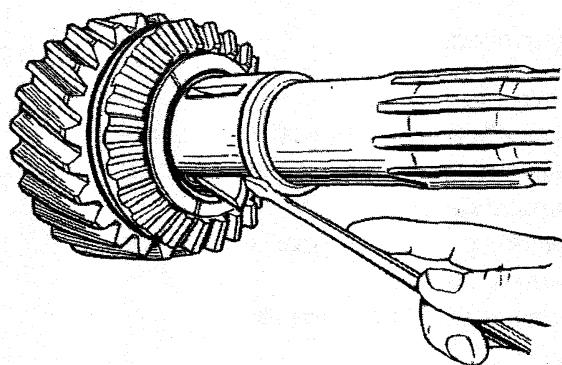

Рис. 14. Извлечение шпонки кресто-
22. Извлечь шпонки крестовины дифференциала из пазов вала (рис. 14) и снять опорную шайбу.